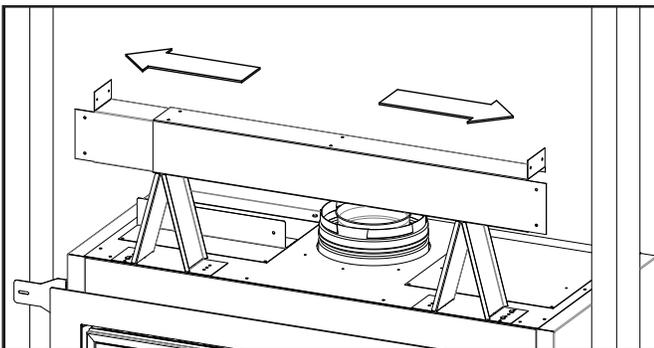

Figure 15 : Placement des goujons en acier
2. Placez le goujon en acier sur les entretoises supérieures et faites-le glisser vers l'extérieur jusqu'à ce que les deux extrémités entrent en contact avec les goujons de charpente (voir Figure 15).